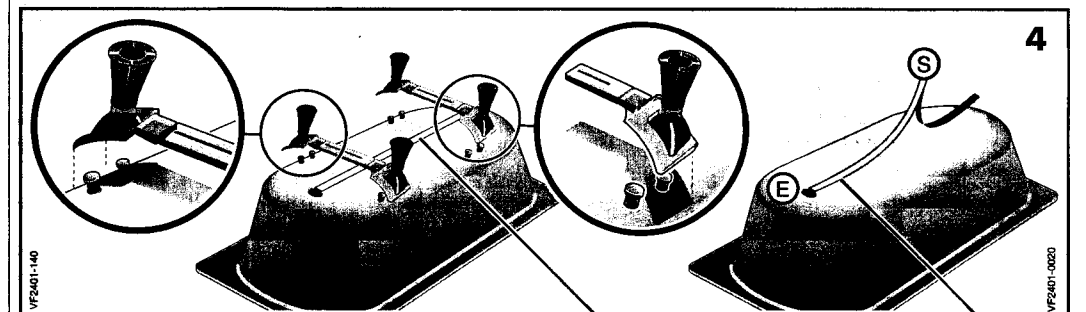

Abb. 4
- 3 Gegebenenfalls die Oberfläche entfetten und anschließend den Referenzklebstreifen S (Abb. 4) anbringen. Der Streifen wird der Länge nach aufgeklebt, wobei das Merkzeichen A am Rand des Wannenlochs E anzulegen ist.